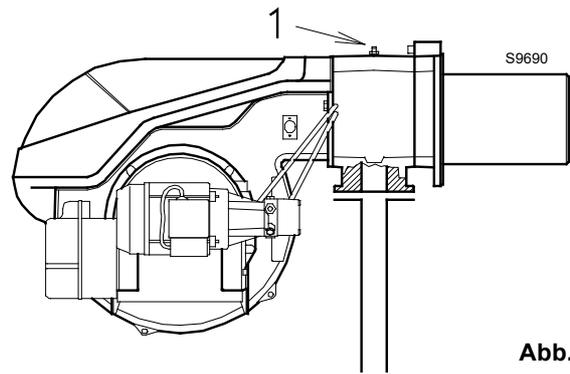

Abb. 29
Gasdruck, an der Entnahmestelle 1)(Abb. 29) gemessen mit:
- Ziehen Sie vom Gasdruck am Anschluss 1)(Abb. 29) den in der Brennkammer vorhandenen Druck ab.
Gasdruck an der Entnahmestelle 1)(Abb. 29) = 11,2 mbar
Zur Ermittlung des für den an der Entnahmestelle 1)(Abb. 29) erforderlichen Gasdruckes, nachdem die Brennerleistung festgelegt wurde, mit der Brenner auf der 2. Stufe laufen soll:
- Lesen Sie rechts, in Spalte 1, den Druck an der Entnahmestelle 1)(Abb. 29) ab.
An der Entnahmestelle 1)(Abb. 29) erforderlicher Druck.